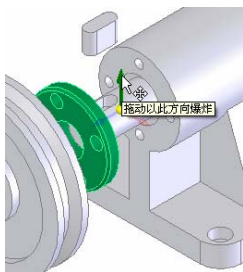

图 12-35 设置爆炸方向
⑦ 设置爆炸方向。在“设定”复选框中的“爆炸步骤零部件”一栏中，用鼠标选择上一步爆炸的法兰盘，单击视图中显示爆炸方向坐标的竖直向上方向，如图 12-35 所示。